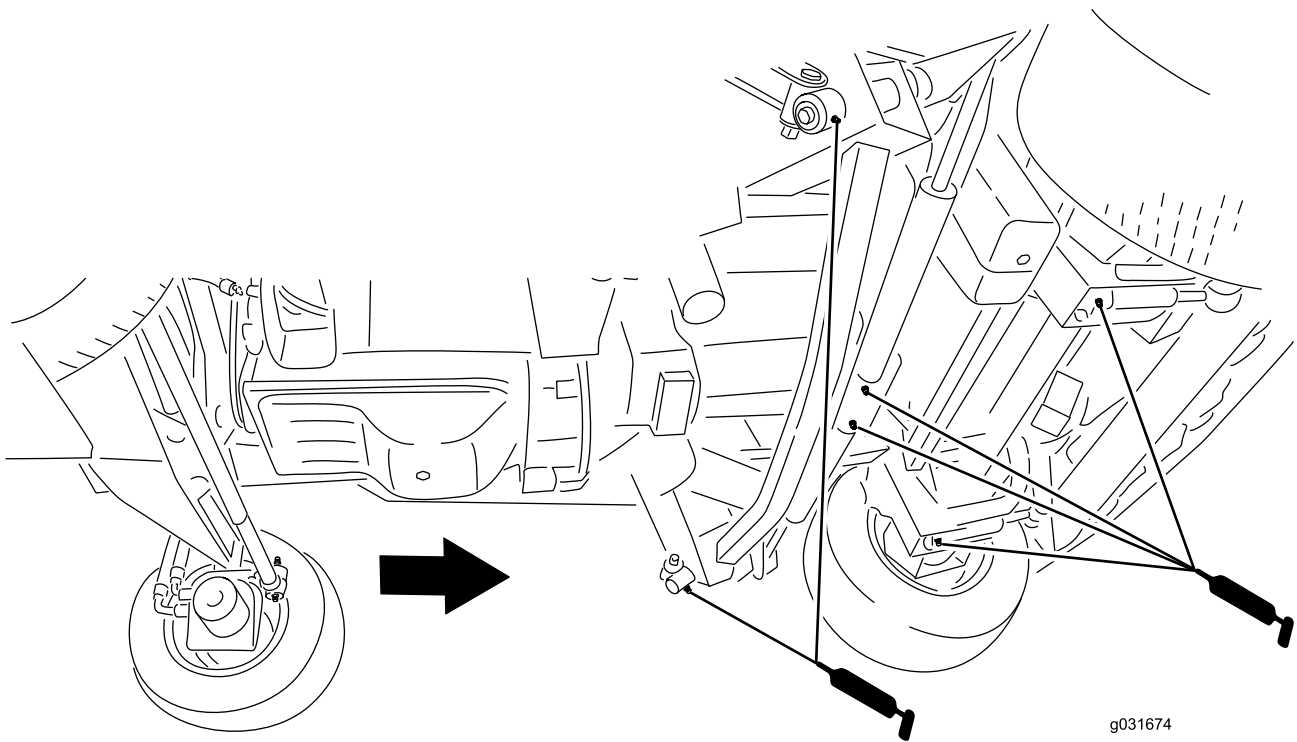

Figura 80
- 2 brazos de impacto (Figura 80)
- 2 pivotes de cilindros de elevación de carcassa delantera (Figura 80)
- 2 pivotes de cilindros de elevación de carcassa lateral (Figura 80)